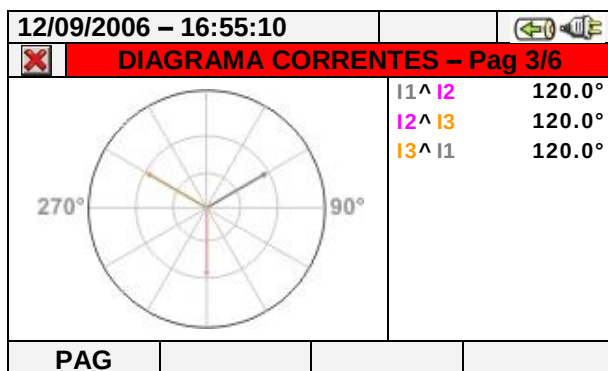

Fig. 75: Diagrama vectorial correntes para sistemas 4-fios, 3-fios e ARON
- O diagrama vectorial das correntes. A Fig. 75 mostra o caso de sistemas 3-fios, ARON ou 4-fios: